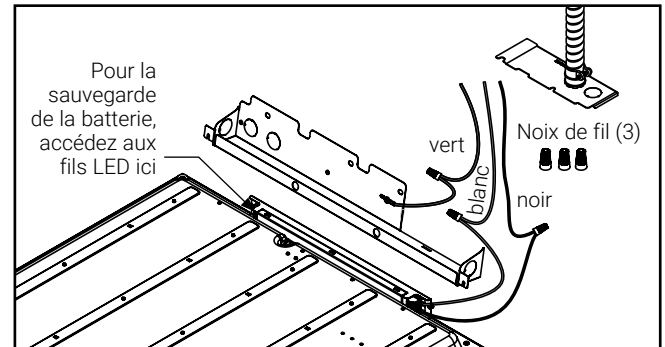

Figure 5.
5. Utilisez une entrée défonçable pour acheminer le câble d'alimentation. Utilisez les trois capuchons de connexion fournis pour raccorder le fil de mise à la terre au câble d'alimentation vert, le câble noir (Li11ne) au câble d'alimentation noir et le câble blanc (neutre) au câble d'alimentation blanc (Fig. 5).
REMARQUE : Le luminaire est compatible avec les systèmes de batterie de secours y compris les modèles EBPLED7W et EBPLED14W de Surlites. Si vous utilisez un système de batterie de secours, retirez le couvercle du pilote pour accéder aux fils d'alimentation DEL et suivez les instructions de câblage de la batterie de secours (Fig. 5). Assurez-vous de réinstaller le couvercle du pilote après avoir effectué le câblage.